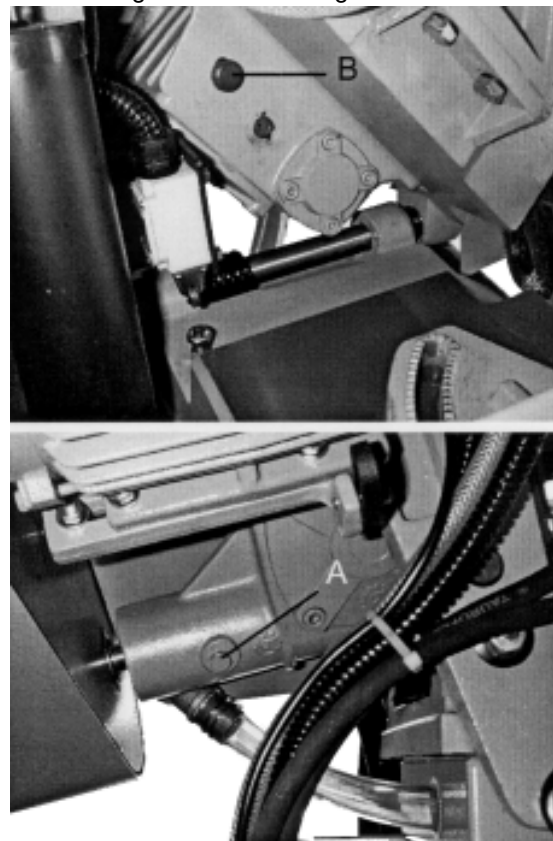

Fig. 28
2. Ablassschraube (A Fig.28) entfernen und Öl komplett ablassen.
3. Die Ablassschraube (A Fig.28) wieder einsetzen.
4. Die Einfüllschraube (B Fig.28) entfernen und neues PROMAC Getriebeöl (Art. 100382) bis zur Mitte des Schauglases einfüllen.